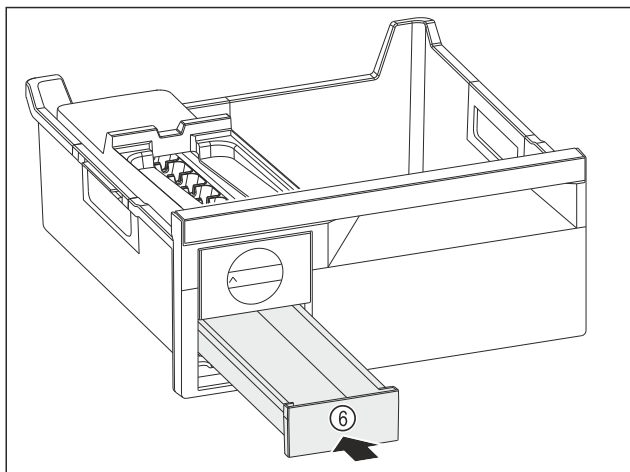

Fig. 87
- ▶ Predal za ledene kocke Fig. 87 (6) potisnite noter.